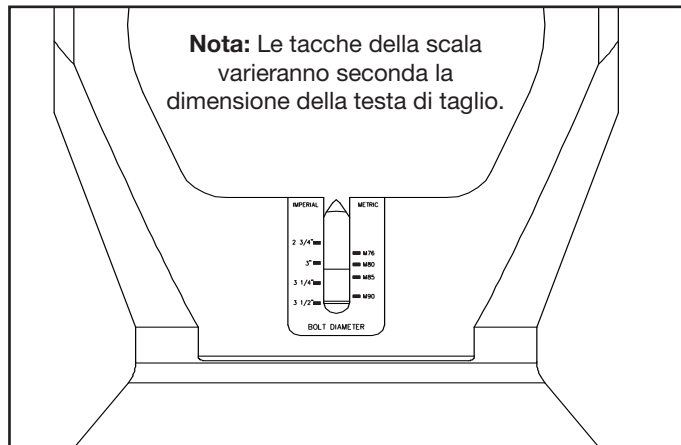

Figura 5, Scala delle profondità di taglio della lama
- Ruotare la testa di taglio fino a che la tacca rossa sul porta-lama sia allineata con la tacca della scala, richiesta per le dimensioni del bullone da spaccare. Vedere la Figura 5.